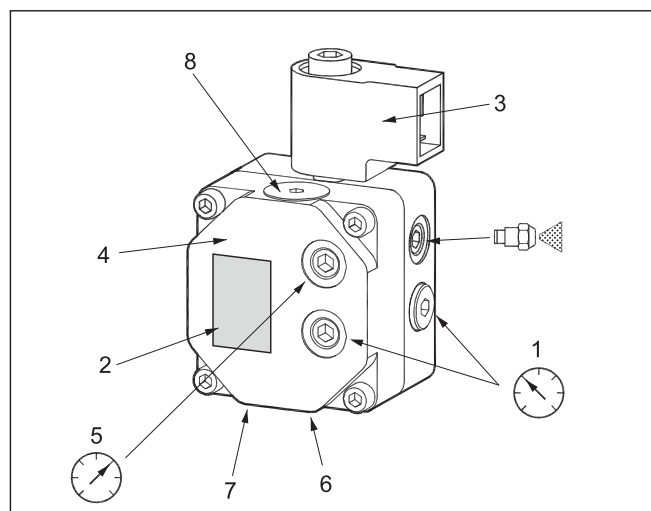

Bild 7-4 Ölpumpe
Tab. 7-5 Legende zu Bild 7-4
- 1 Zur Öldruckkontrolle das Manometer am Manometeranschluss (Bild 7-4, Pos.5) der Ölpumpe anschließen.
- 1 Vakuummeter am Anschluss V anschließen (Bild 7-4, Pos.1) und Unterdruck bei laufendem Brenner messen.